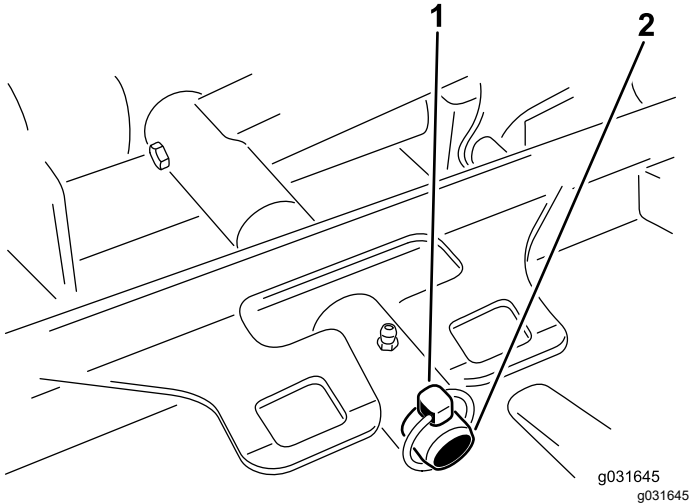

Bild 68
- Entfernen Sie den Klappstecker oder die Befestigungsmutter, mit der der Mähwerkträgerrahmen am Hubarm-Lagerbolzen befestigt ist (Bild 68).
- Schieben Sie den Mähwerkträgerrahmen auf den Lagerbolzen des Hubarms und befestigen Sie ihn mit dem Klappstecker oder der Befestigungsmutter (Bild 68).